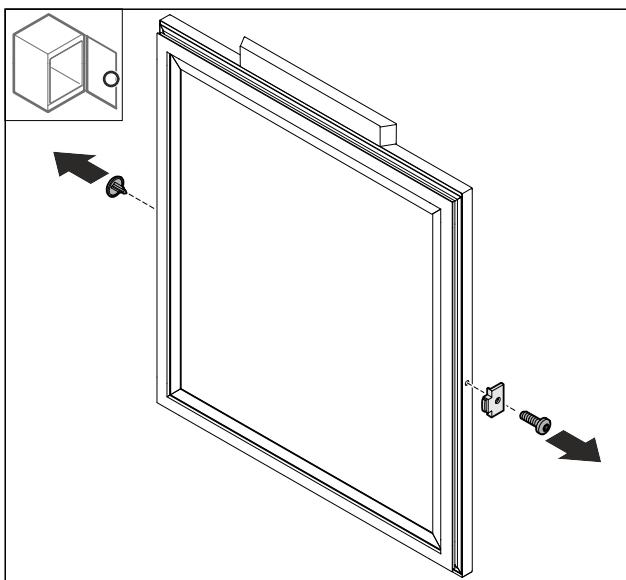

Fig. 69
- Skinite poklopac Fig. 69 (1).
- Demontirajte zaustavljuvac vrata Fig. 69 (2).